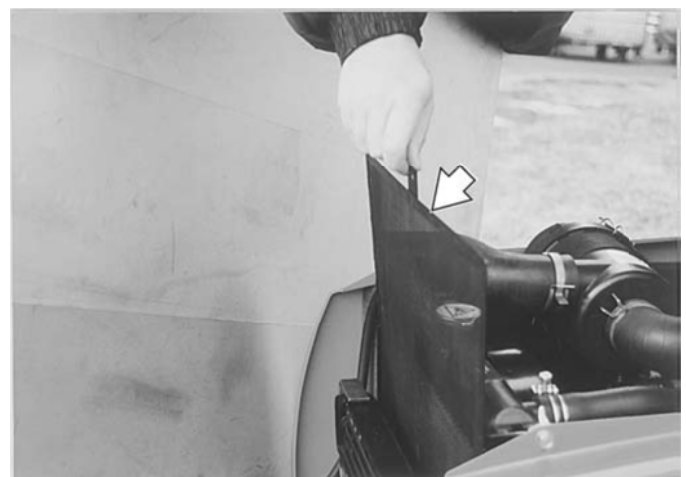

Рис. 60 (экран радиатора)
3. Удаляйте с пластин радиатора грязь и посторонние предметы (см. рис. 60).